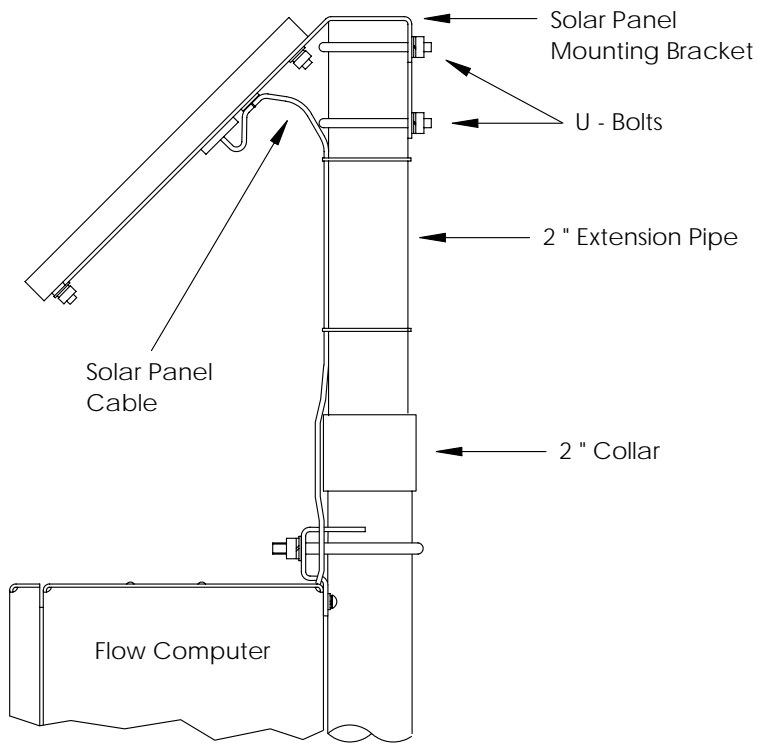

图 4 (太阳能电池板安装)
1. 将 2 英寸管的轴环连接到 XFC 或 XRC 安装管的顶端。牢固拧紧。（请参见图 4）